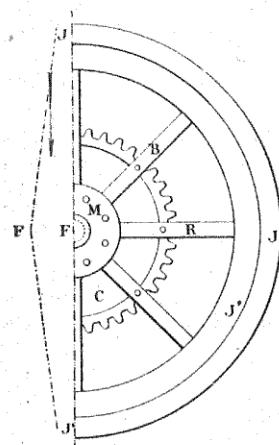
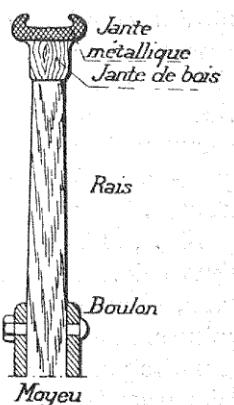

Fig. 14. — Demi-roue schématique.
Fig. 15. — Détail du montage d'un rayon de roue en bois. — Le boulon indiqué est le boulon que l'on doit serrer quand la roue craque.
tée (fig. 14). Donc rien à en dire, sinon qu'il ressemble à tous les *essieux* autour desquels tournent des roues. C'est un *essieu porteur*.
On appelle *moyeu* d'une roue la partie M de la figure 14 à l'intérieur de laquelle vient se loger la fusée. La fusée est la partie de l'essieu autour de
Les rais ou rayons sont en bois ou en métal (R, fig. 14). Les rais en métal, vulgarisés par l'emploi de la bicyclette, employés dans les premières voitures, sont remplacés aujourd'hui par les rais en bois.
nous le verrons plus loin. Les roues à rais métalliques sont plus légères que les roues en bois et résistent mieux aux efforts. Une mode déplorable empêche de les adopter. On donne le nom d'*écuan-teur* à l'inclinaison donnée aux rais pour permettre à la roue de résister aux poussées latérales (virages etc.). L'écuan-teur est figuré (fig. 14) par les lignes JF et FJ; la roue étant vue non plus de face, mais de profil. On tend à l'abandonner de plus en plus et avec juste raison.
Les jantes sont les cercles qui constituent la circonference de la roue. En métal, sur les roues à rayons d'acier, elles sont en bois sur les autres (J'), mais, dans ce cas, toujours doublées d'un cercle de fer (J) (fig. 14). La nécessité de fixer un bandage de caoutchouc impose aux jantes des automobiles une forme spéciale représentée par la figure 11, qui permet aux talons des pneumatiques de s'encastre solidement. C'est là une des formes les plus employées, et les autres types diffèrent peu de ce profil *en gouttière*. Les jantes doivent être toujours peintes. En cas contraire, elles se rouillent, et la rouille atteint et ronge les talons de caoutchouc. *Leurs bords doivent être lisses et arrondis sous peine de couper ces*
Parfois, la roue craque parce que les boulons qui passent dans les trous du moyeu M (fig. 14) ne sont pas assez serrés. Il faut qu'ils soient toujours bloqués (fig. 15).